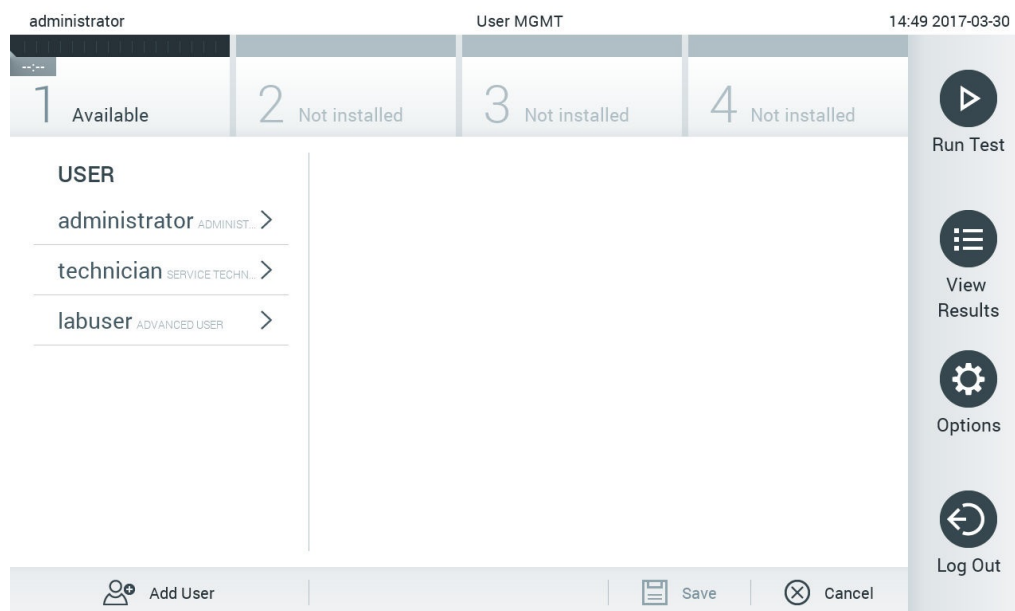

Рис. 52. Екран User Management (Керування користувачами).
1. Натисніть кнопку **Options** (Параметри), а потім **User Management** (Керування користувачами), щоб налаштувати користувачів. Екран **User Management** (Керування користувачами) з'являється в області вмісту дисплея (рис. 52).